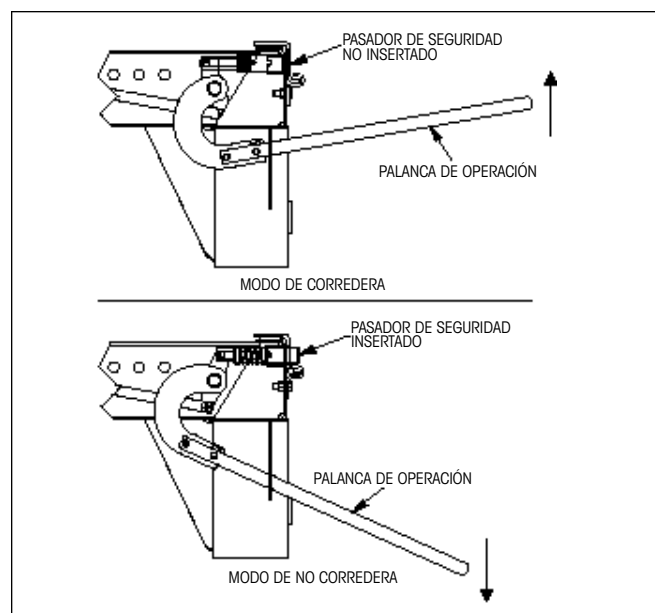

Figura 34. Posición del pasador de seguridad
4. Localice la palanca de operación del cuadro del deslizable. La palanca se localiza en el lado del conductor, frente al cuadro del deslizable. Para liberar los pernos levante la palanca de operación y asegúrela en la posición superior. Inspeccione los cuatro pernos para revisar si se encuentran insertados (los pernos deben nivelarse con o justo encima del riel del cuadro) (Figura 34).
- Libere la palanca de operación y asegúrela en la posición "abajo" para insertar los pernos. Revise que los pernos se encuentren insertados (los extremos biselados se dirigen hacia los rieles) en las cuatro posiciones (Figura 34).